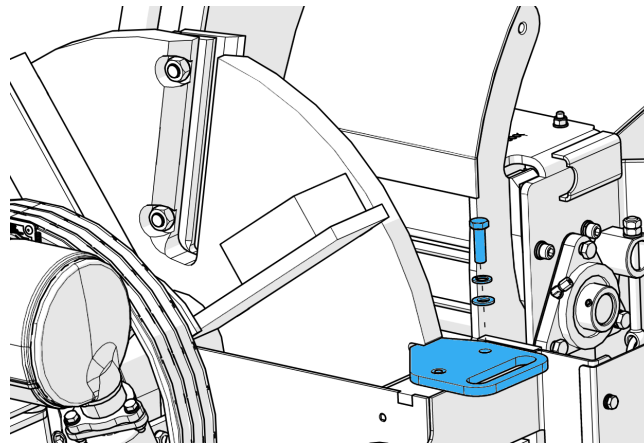

Abbildung 53 - Installieren des Hackscheiben-Sicherungswerkzeuges
6. Drehen Sie die Hackscheibe in die Schneidmesser-Wechselposition (Abbildung 53).
7. Setzen Sie das Hackscheiben-Sicherungswerkzeug in die Nut am Hackscheibe. Die Nut wird sichtbar, wenn die Hackscheibe in der richtigen Position ist (Abbildung 53).